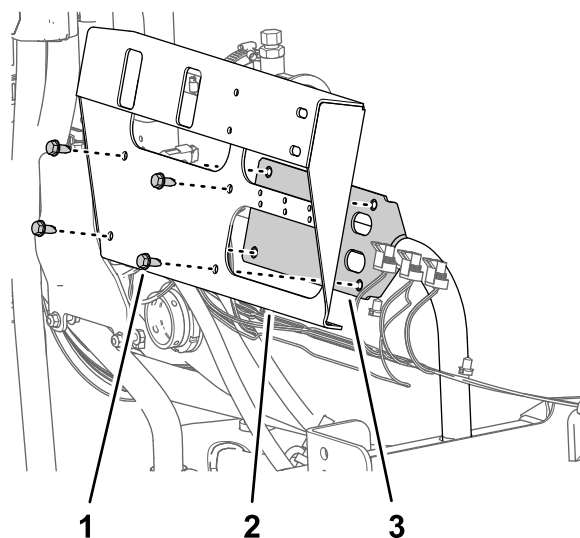

Рисунок 71
3. Удалите 4 винта с фланцевыми головками (5/16 x 3/4 дюйма), которые крепят кронштейн клапана секции, из опоры крепления клапана и снимите кронштейн клапана с машины (Рисунок 71).